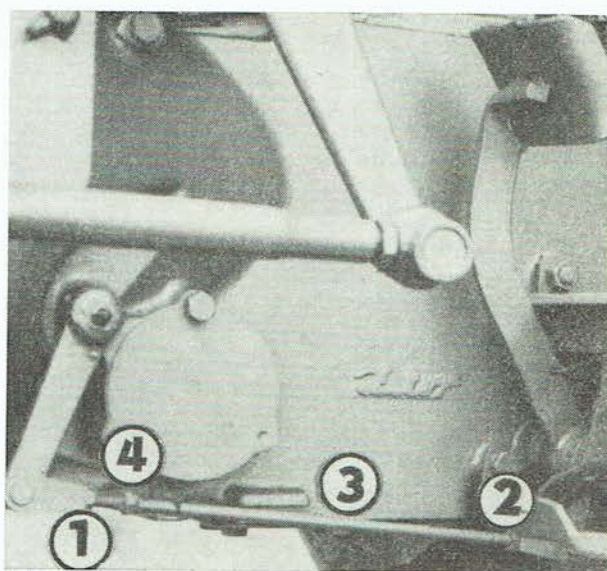

Abb. 58
- Die Sicherungsmutter M 8 (Abb. 58/1) und die linke Mutter M 8 (Abb. 58/2), welche die Kupplungszugstange sichert, sind zu lösen.
wird die Kupplungszugstange (Abb. 58/3) verlängert, bei zu verkleinerndem Spiel wird die Kupplungszugstange verkürzt.
Die Verkürzung der Kupplungszugstange ist mittels der zur Zugstange (Abb. 58/4) angeschweissten Mutter M 8 durchzuführen; durch Drehen (Einschrauben) nach rechts wird das Spiel verkleinert. Die Verlängerung der Zugstange wird durch Drehen (Ausschrauben) nach links erreicht.